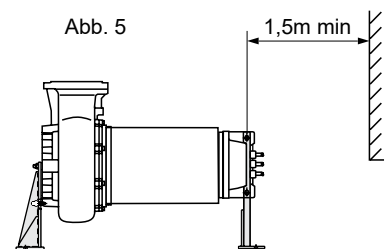

Abb. 5
- 2 - Elektropumpe mit horizontaler Rotorachse nur für K...R... N1/X1 /R auf geeignete Stützen stellen und den Druckstutzen nach oben richten (Abb.5). Die Pumpe in eine vertikale Position bringen. Entfernen Sie den Griff und bringen Sie ihn in der anderen Position wieder an. Heben Sie die Pumpe an und befestigen Sie die Halterung an der Hydraulikseite mit den 3 mitgelieferten Schrauben. Senken Sie die Pumpe ab, bis sie auf dem Boden aufliegt. Entfernen Sie den Griff. Montieren Sie die motorseitige Halterung mit denselben Schrauben, mit denen Sie den Griff befestigt haben. Schrauben Sie die mitgelieferte Schraube in eines der beiden freien Löcher der motorseitigen Halterung: Befestigen Sie sie zuerst in einem der 2 Löcher und versuchen Sie, die Maschine anzuheben, um festzustellen, welches der beiden Löcher zum Absenken der Elektropumpe verwendet werden soll. Halten Sie die Pumpe mit dem Hebezeug auf dem Schwerpunkt. Um die Elektropumpe in waagerechter Position zu bewegen, nutzen Sie ein freies Loch in der Halterung auf der Motorseite und die mitgelieferte Ringschraube, die an der Drucköffnung befestigt ist. Halten Sie während des Hebevorgangs einen Mindestabstand von 1,5 m zur Maschine ein. In beiden Installationen mit Kühlmantel ist ein Mindestabstand von 1,5 m vom Motordeckel vorzusehen. Die Zuführgabel der Elektropumpe müssen auch in diese Richtung verlegt werden können, damit die Demontage des Kühlmantels für die normalen Wartungsarbeiten und Inspektionen möglich ist. Bei Anwendungen mit trockener Kammer ist es ratsam, eine Alarmvorrichtung gegen eine mögliche Überflutung der Kammer aufgrund eines Bruchs oder einer Leckage der Elektropumpe selbst oder einer hydraulischen Komponente des Systems vorzusehen. Sollte dieser Fall eintreten, stellt die Maschine keine Gefahrenquelle dar und wird nicht beschädigt.